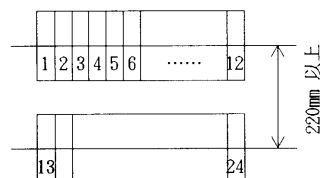

図 2
- ② 縦並べする時はユニット間距離を 220mm 以上あけて下さい。又、上・下の開口部は塞がないようにして下さい。(図2参照)